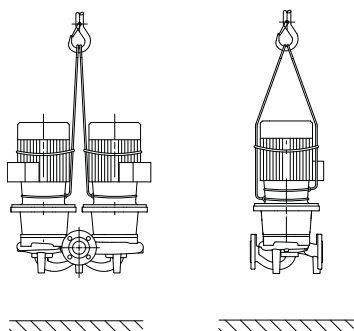

Fig. 6: Transport pompy
- Uchwyty transportowe umieszczone na silniku służą przy tym tylko do zamocowania zawiesi (Fig. 6).